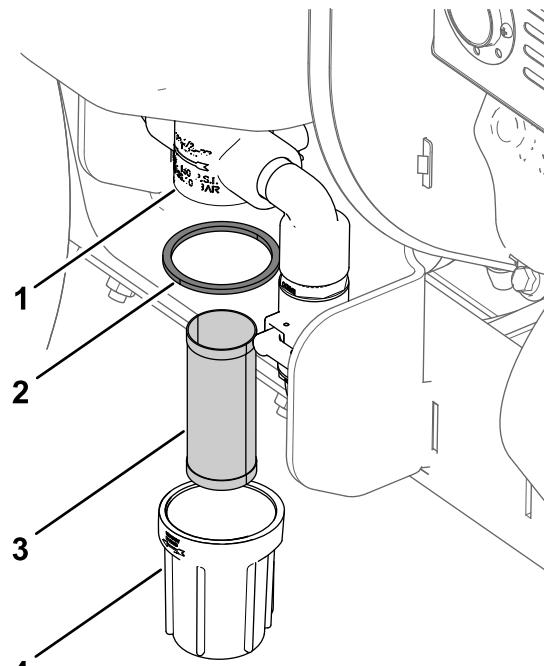

Figure 54
4. Tournez la cuvette du filtre dans le sens antihoraire et déposez la cuvette et la crépine du boîtier du filtre (Figure 54).
7. Remettez la crêpine dans le boîtier du filtre (Figure 54).
8. Vissez le joint et la cuvette à la main sur le boîtier du filtre (Figure 54).